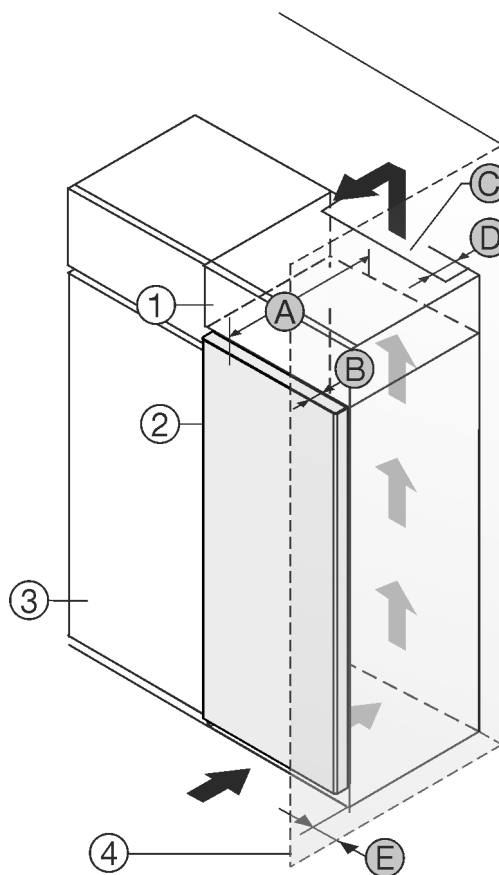

Fig. 1
- (1) Nastavná skříňka *
- (2) Příklad *
- (3) Kuchyňská skříň *
- (4) Stěna *
- (5) Hloubka přístroje *
- (6) Hloubka dvířek *
- (7) Ventilační průřez *
- (8) Vzdálenost zadní strany přístroje *
- (9) Vzdálenost k zadní straně přístroje *
Můžete přístroj nainstalovat přímo vedle kuchyňské skříňky Fig. 1 (3).*
Na zadní straně nastavné skříňky musí být větrací šachta hluboká Fig. 1 (7) přes celou šířku nastavné skříňky.*
Pod stropem místnosti musí být dodržen ventilační průřez Fig. 1 (7).*
Když přístroj instalujete závěsy vedle stěny Fig. 1 (4), musí být vzdálenost mezi přístrojem a stěnou minimálně 13 mm.*
Když přístroj instalujete závěsy vedle stěny Fig. 1 (4), musí být vzdálenost mezi přístrojem a stěnou minimálně 20 mm.*
Aby bylo možné dvířka plně otevřít, musí přístroj přesahovat o hloubku dvířek Fig. 1 (6) vůči přední linii kuchyňské skříňky. V závislosti na hloubce kuchyňských skříňek Fig. 1 (3) a použití vymezovačů odstup od stěny může přístroj vyčnívat dále.*